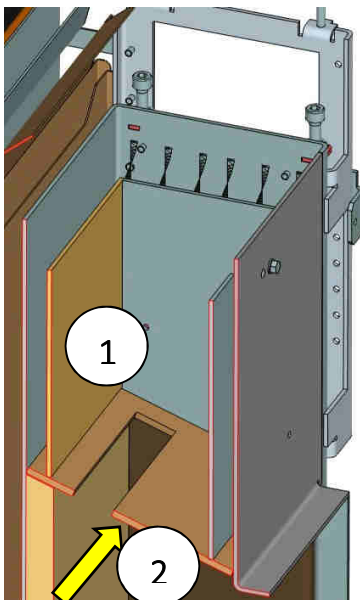

Abb. 36: Ascheraum oben
- Den Raum oberhalb der Umlenplatte von Flugasche säubern (Abb. 36 Pos.1). Hier lagern sich große Mengen an Flugasche ab. Die Umlenplatte (Abb. 36 Pos.2) bei Bedarf (starker Verzug / Beschädigungen / Verschleiß) ersetzen.